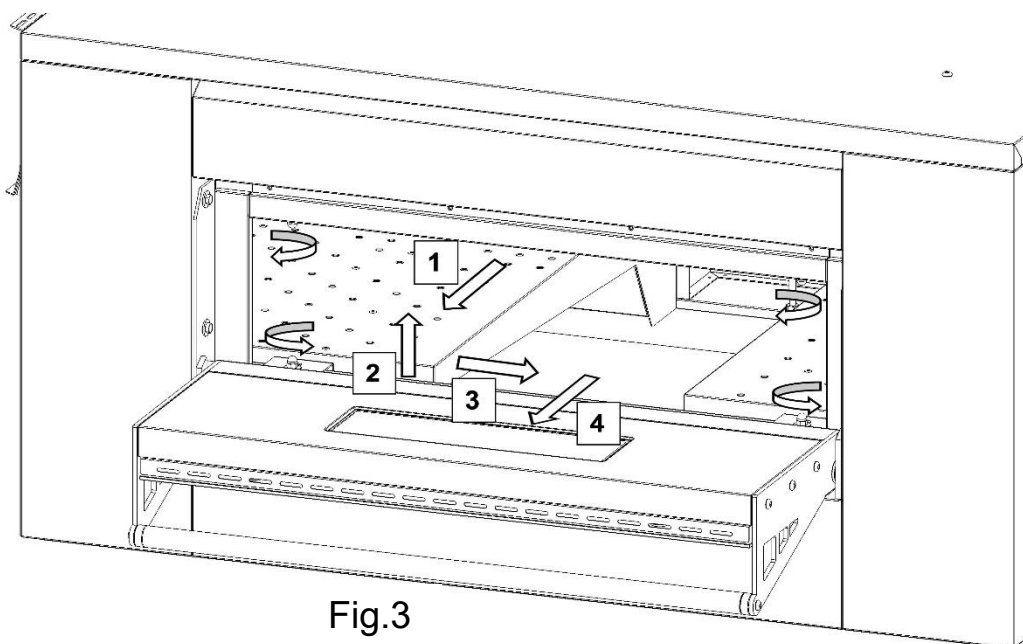

Fig.3
8. Abrir la puerta lateral y desatornillar los dados de fijación de los difusores con una llave del 10. Utilizando un par de guantes robustos para evitar rasguñarse con eventuales ángulos, sacar los difusores (ver Fig.3 párrafo 9.3.1).
7. Abrir la puerta lateral y desenroscar las tuercas de fijación de los difusores con una llave de 10 mm (Fig. 3). Para el modelo DPZ3030EN quitar la puerta lateral y desatornillar las tuercas de fijación de los difusores con una llave de 10 mm.
8. Usando un par de guantes resistentes para evitar rasguños con cualquier borde, extraer los difusores como se muestra en la Fig. 3 siguiendo la secuencia 1-2-3-4.